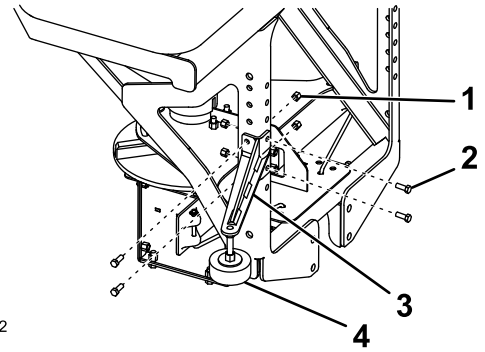

Figura 7
- Monte los brazos estabilizadores en el bastidor del esparcidor con 8 pernos (3/8") y 8 contratuercas (3/8"), y apriete los pernos a 27 N·m (19.7 pies-libra) como se muestra en la Figura 7.
- Gire las patas de los brazos estabilizadores hasta que queden apretados contra el parachoques de la camioneta, y apriete la contratuerca para sujetarlos (Figura 7).
8. Monte los brazos estabilizadores en el bastidor del esparcidor con 8 pernos ( $\frac{3}{8}$ " ) y 8 contratuercas ( $\frac{3}{8}$ " ), y apriete los pernos a 27 N·m (19.7 pies-libra) como se muestra en la Figura 7.
9. Gire las patas de los brazos estabilizadores hasta que queden apretados contra el parachoques de la camioneta, y apriete la contratuerca para sujetarlos (Figura 7).